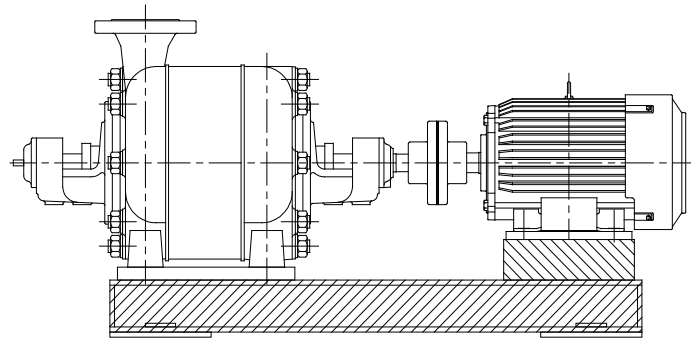

図 2.6-2 モルタル充填範囲（電動機台座が箱型の場合）
- (2) 適切な型枠を設置しモルタルを充填します。モルタルはベツト内部もしくはテーパライナが埋まるまで充填します。モルタルの充填範囲は図2.6-2を参照ください。